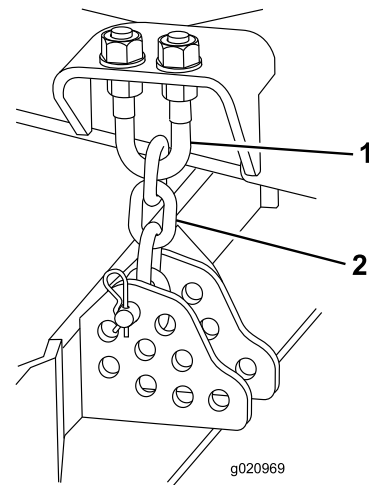

Figura 110
1. Afloje las contratueras de la parte superior o inferior del perno en U de la cadena de altura de corte (Figura 110).